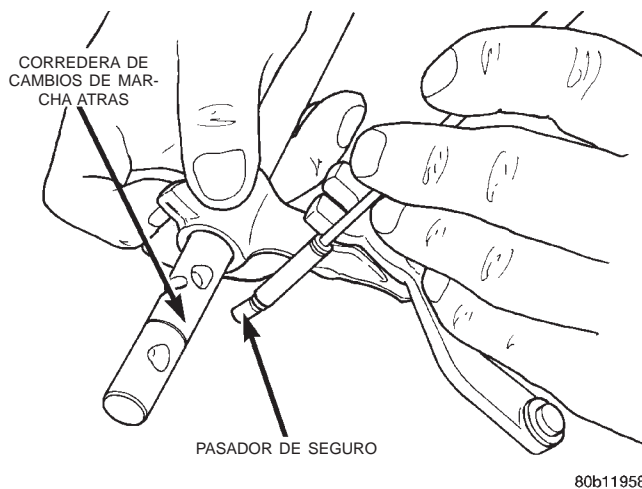

Fig. 79 Instalación del pasador de seguro de marcha atrás
(7) Instale el pasador de seguro en la corredera de cambios de marcha atrás (Fig. 79).